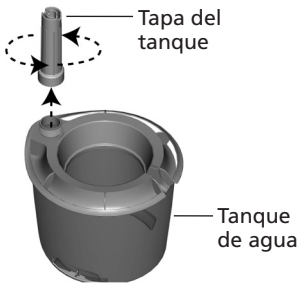

Figura 10
3. Voltee el tanque de agua y desenrosque la tapa del tanque girándola hacia la izquierda. Vea la figura 10.